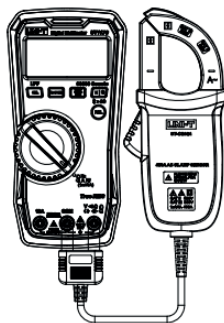

Рисунок 8
7. Измерение емкости (рисунок 8)